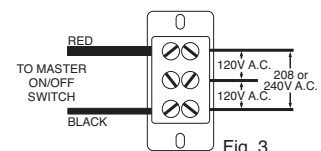

Fig. 3
3. For 120/208 - 240V A.C./3-Wire per Fig. 3.